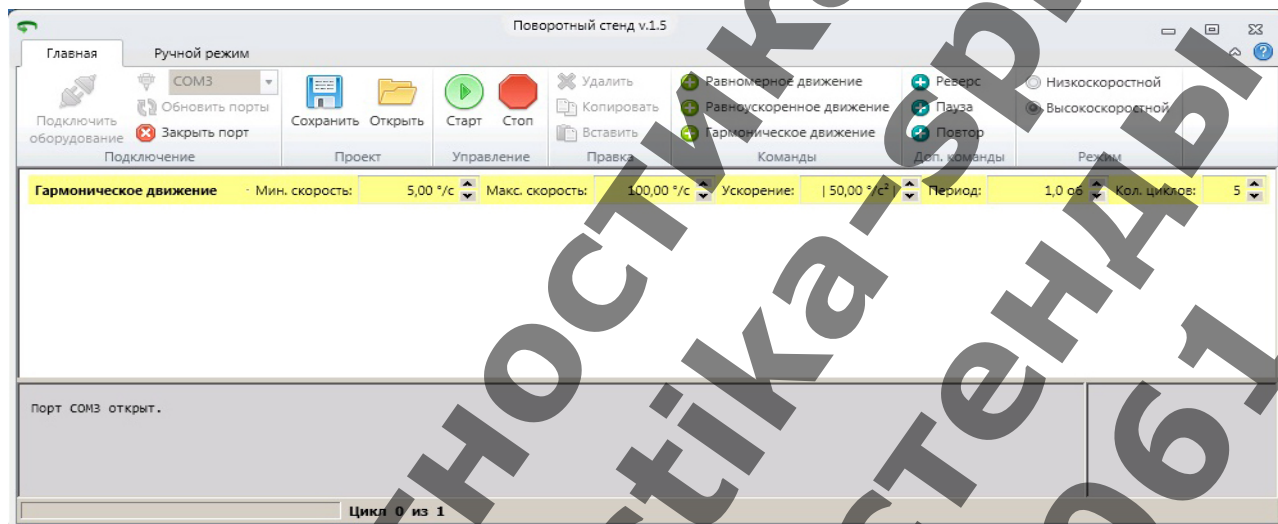

Рисунок 16.
2.3.20 Выбрать команду «Гармоническое движение» (рисунок 16).